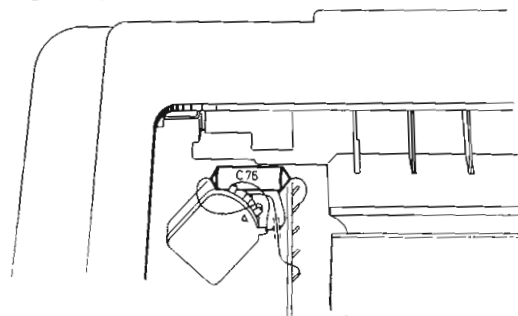

Fig. 2
6. De positie van de condensator C76 verandert men zo, dat deze nu ongeveer op gelijke hoogte met en parallel aan de rand van het chassis ligt (fig. 2). Hiertoe soldeert men eerst de twee bovenste uitlopers los, de onderste, welke aan punt A (fig. 2) van de volumeregelaar vast zit, behoeft niet losgesoldeerd te worden. De condensator kan nu gemakkelijk omhoog worden getrokken en in de nieuwe ligging worden gebogen, waarna de bovenste uitlopers weer op hun originele plaats worden vastgesoldeerd.